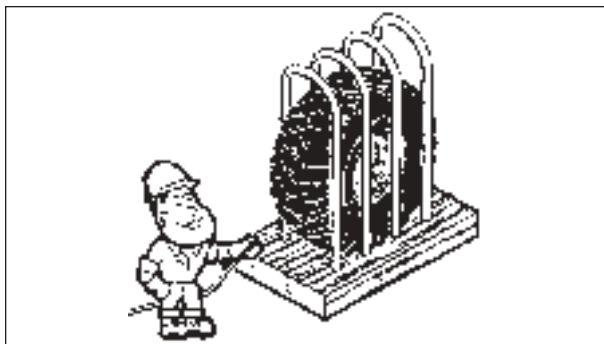

Fig. 61
**ATENCIÓN:** el inflado de una rueda se deberá siempre efectuar con un dispositivo de contención (jaula) (Fig. 61).